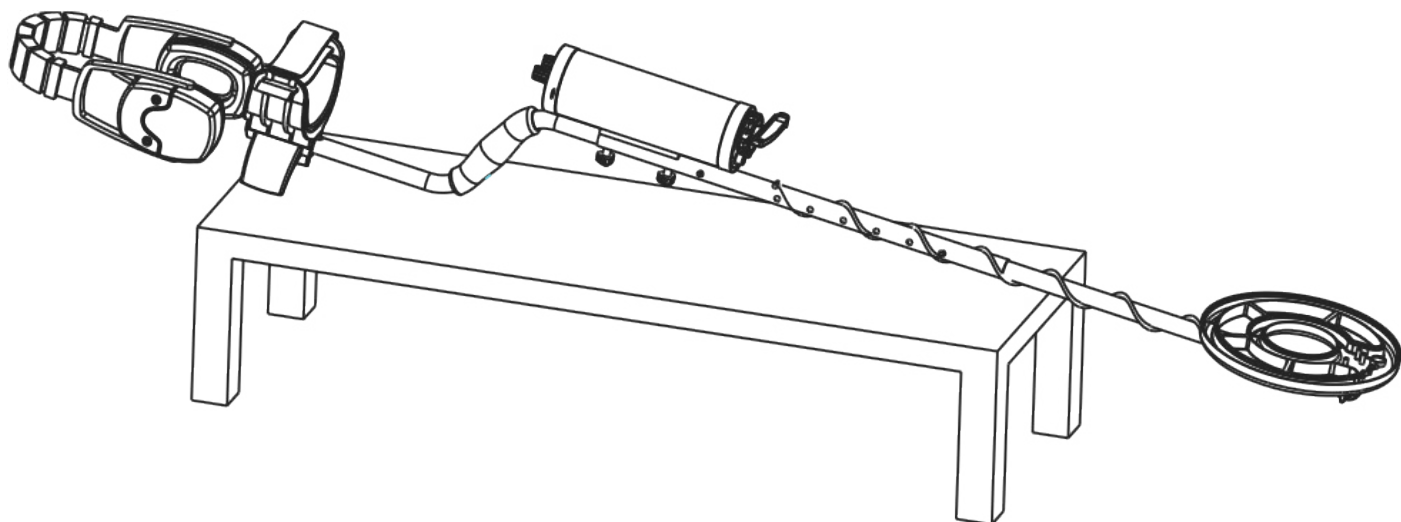

Fig.11 Placement du détecteur avant le test
1. Placez le détecteur sur une table en bois ou en plastique en sorte que sa tête de détection dépasse la table de plus de 30 cm. Le détecteur doit être loin du mur, du plafond et du sol (Voir Fig. 11).